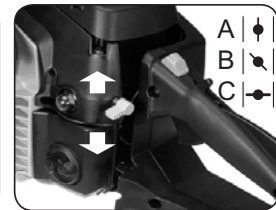

Abb. 7B
Die Drossel hat drei Positionen: AUS (A), MITTELSTELLUNG (B) und EIN (C) (Abb. 7B).